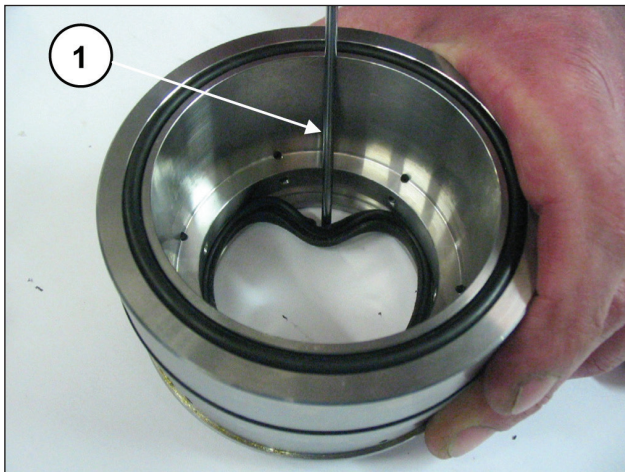

图168
要拆除低压密封圈，必须使用厚度计或不会损坏密封圈底座底部的工具（部件号①，图168）。